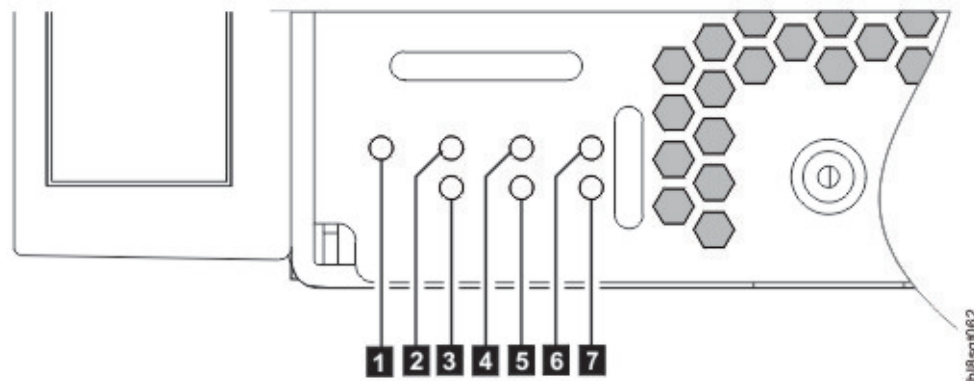

Figura 12. Painel frontal – canto inferior esquerdo (visualização parcial)
O painel frontal do gabinete fornece acesso aos sete LEDs do sistema do gabinete principal (7), localizados no canto inferior esquerdo. Consulte também Figura 12 na página 16. O painel frontal também fornece acesso às alças esquerda e direita do gabinete usadas para deslizar o gabinete para frente para tarefas de manutenção no rack.